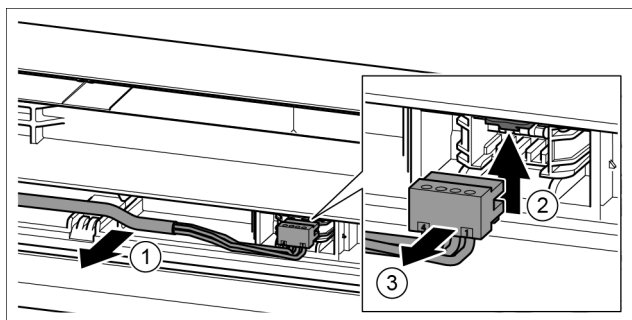

Fig. 24
- ▶ Iz vodila v vratih previdno potegnite sivi kabel. Fig. 24 (1)
- ▶ Spono potisnite navzgor. Fig. 24 (2)
- ▶ Vtič previdno izvlecite. Fig. 24 (3)